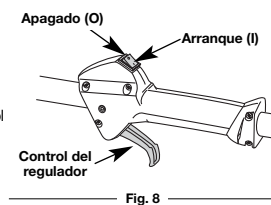

Fig. 8
NOTA: No hay necesidad de encender la unidad. El Control de Parada Arranque y Apagado está en la posición Arranque (I), en todo momento (Fig. 8).
2. Oprima y mantenga oprímido el control de encendido y apagado en la posición de APAGADO (O) hasta que el motor se detenga por completo (Fig. 8).